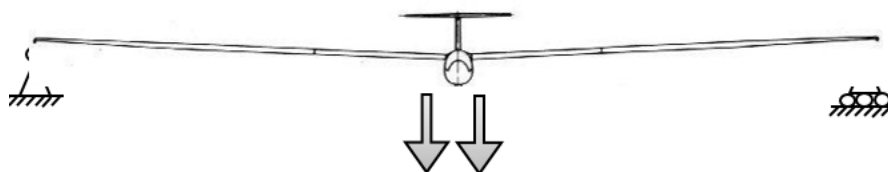

Figura 1 Esquema del ensayo de carga
La prueba estructural se realizará mediante un ensayo de flexión con apoyos situados en las puntas de las alas (5 cm en cada punta) y cargando desde el centro de gravedad de la pieza de acoplamiento como se muestra en la Figura 1. Durante un ensayo estándar no se permitirá tocar el avión. No obstante, se considerará una excepción a esta norma:
- El avión, una vez cargado, no adquiere un estado de equilibrio en la posición indicada por la Figura 1 (eje longitudinal paralelo con el suelo). Se permitirá, bajo supervisión de uno de los miembros de la organización, aplicar una fuerza constante, de dirección vertical y sentido del punto de aplicación hacia el suelo, aplicada en un punto del fuselaje o cola del aeroplano, sobre el eje de simetría o longitudinal de este de forma que se mantenga paralelo al suelo durante la prueba.